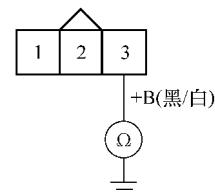

图 4-23 检查点火线圈插头 3 号端子与车身搭铁之间的导通性
14) 如图 4-23 所示, 检查 1 号点火线圈 3 芯插头 3